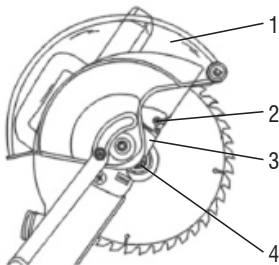

Fig. 10 - procedimiento para cambiar la lámina de sierra
- 2 - Abra la protección retráctil (1) para la posición más elevada, Fig. 10;
- 3 - Suelte el perno (2), con auxilio de un desatornillador;
- 4 - Gire la tapa de la capa retráctil (3) hasta permitir el acceso al perno de la lámina (4);
- 5 - Apriete el botón de traba del eje (5), Fig. 10, y con la llave que acompaña la máquina suelte el perno del eje de la sierra (4).